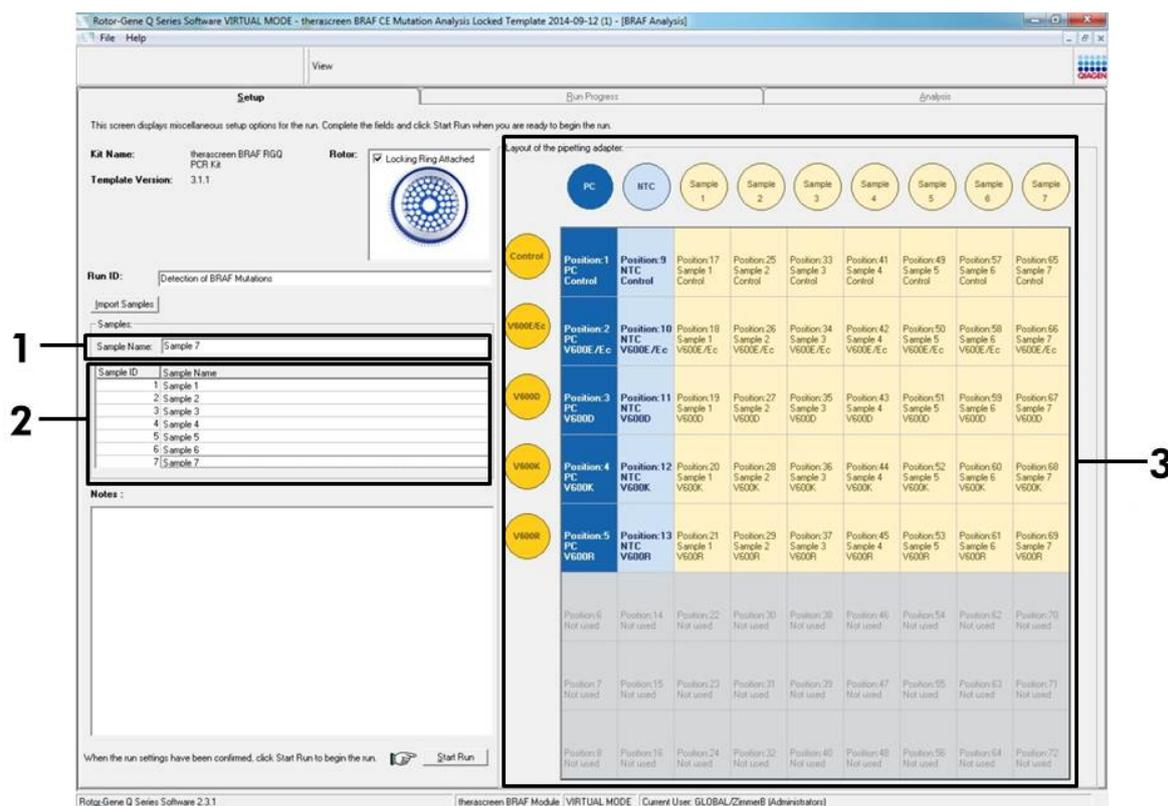

**Figura 14. Immissione di ID della seduta e nome del campione nei campi appropriati.**
11. Immettere l'ID della seduta nel campo "Run ID" (ID seduta) in base alle convenzioni di denominazione locali. Immettere il nome del campione nel campo "Sample Name" (Nome campione) in base alle convenzioni di denominazione locali, quindi premere il tasto Invio. Il nome del campione verrà aggiunto all'elenco dei campioni in basso e al campione verrà assegnato un "Sample ID" (ID campione) del tipo 1, 2, 3 e così via. Inoltre il riquadro "Layout of the pipetting adapter" (Configurazione dell'adattatore di pipettamento) sul lato destro verrà aggiornato e includerà il nome del campione (Figura 14).
**Nota:** nel riquadro “Layout of the pipetting adapter” (Configurazione dell’adattatore di pipettamento) verificare che il nome del campione sia evidenziato con un nuovo colore e che tutti i saggi nella colonna sotto al cerchio del campione siano evidenziati (Figura 14).